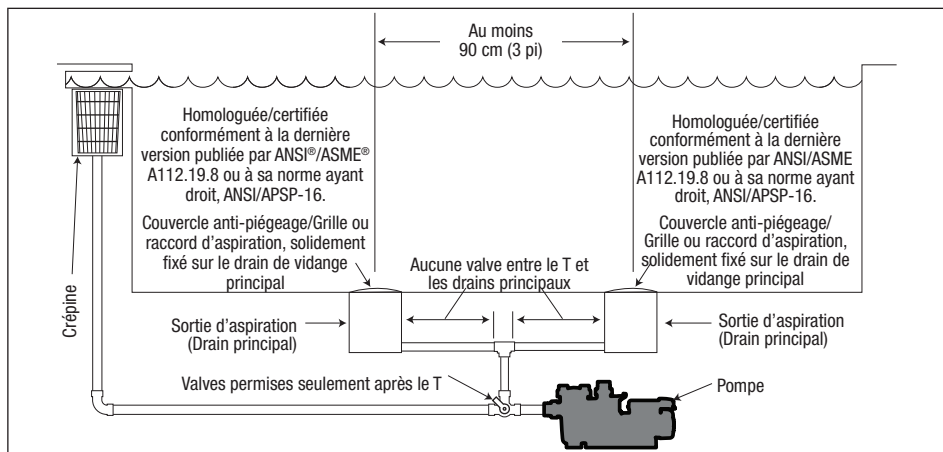

Figure 4. Nombre de prises d'aspiration par pompe
Nombre de prises d'aspiration par pompe : fournir aux moins deux (2) prises d'aspiration hydrauliquement équilibrées avec les couvercles, comme prises d'aspiration pour chaque conduite d'aspiration de pompe. Les centres des prises d'aspiration sur n'importe quelle conduite d'aspiration doivent être à au moins 90 cm (3 pi) de distance, centre à centre. Se reporter à la *Figure 4*.
Le système **doit** être construit pour inclure au moins deux (2) prises d'aspiration (drains) raccordées à la pompe lorsqu'elle fonctionne. Cependant, si deux (2) prises d'aspiration deviennent une seule conduite d'aspiration, celle-ci peut être dotée d'une valve qui arrête les deux prises d'aspiration de la pompe. Le système sera construit de manière à ne pas permettre un verrouillage séparé ou indépendant, ni l'isolation de chaque drain. Se reporter à la *Figure 4*.